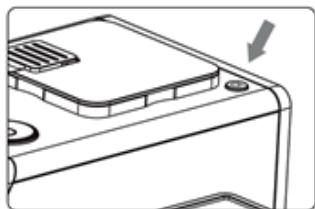

Рис. 1
Подключите устройство к электрической сети и нажмите на кнопку (9), расположенную справа от контейнера для зерен (Рис.1) После включения индикатор предварительного нагрева  будет гореть, указывая на то, что запущен процесс предварительного нагрева. По окончании предварительного нагрева в машине начнется процесс очистки, поставьте емкость для сбора воды под блок подачи кофе (2). После завершения процесса очистки индикаторы напитков и «Очистка» будут светиться, а кнопка «Старт/Стоп» погаснет, что указывает на готовность машины к приготовлению напитков.